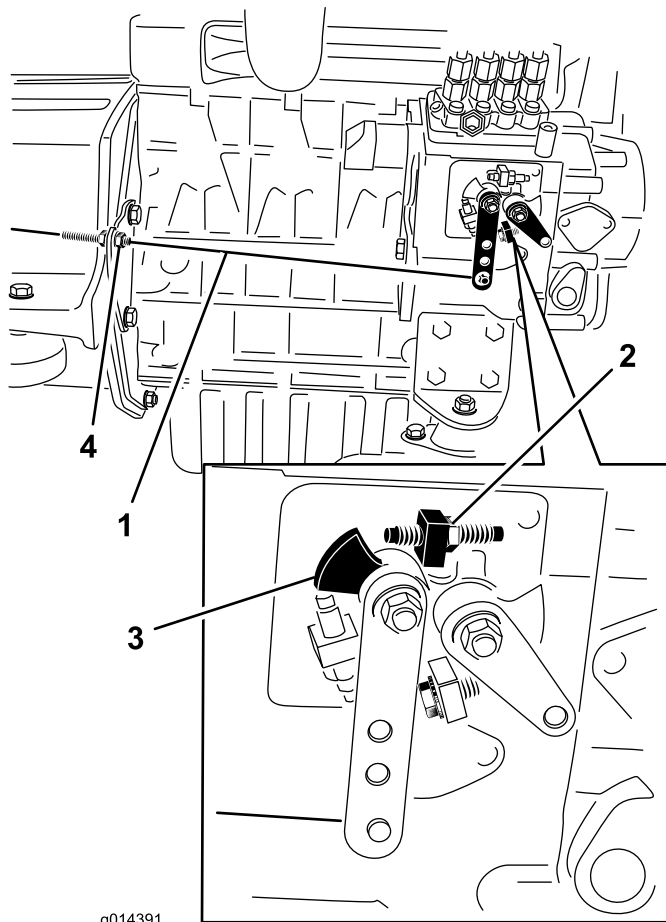

Figure 33
2. Vérifiez la position du levier de commande de régime sur la pompe d'injection du moteur. Le levier de commande de vitesse doit toucher la vis de haut régime lorsque la commande d'accélérateur est en position haut régime (verrouillage) (Figure 33).
3. La position des écrous de blocage du câble de commande d'accélérateur peut être ajustée au besoin jusqu'à ce que le levier de commande de vitesse touche la vis de haut régime lorsque le levier est en position haut régime (verrouillage) (Figure 33).